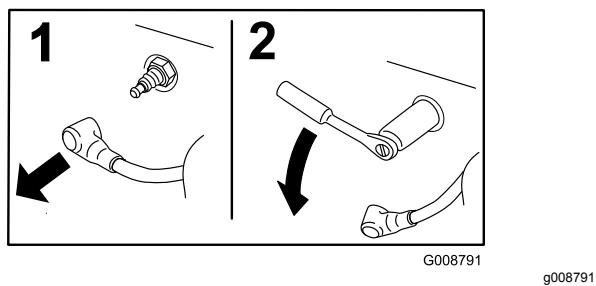

Figure 12
- Déposez la bougie, comme montré à la Figure 12.